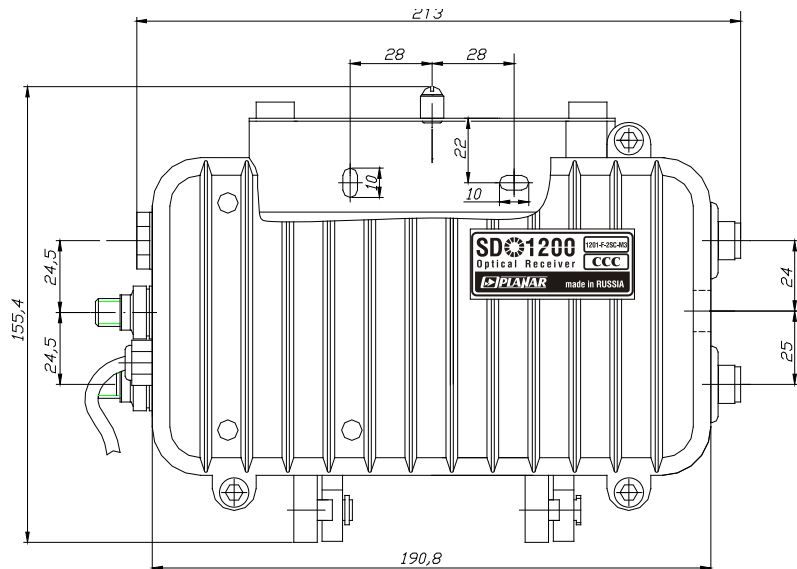

Рис. 3. Габаритные и установочные размеры оптического приемника
- 6.3. При монтаже на поверхность, приемники крепят винтами к предварительно установленному кронштейну (смотрите рис. 3). Способ крепления и подготовки отверстий для крепления кронштейна определяется местом установки и материалом поверхности, на которой производится установка.
- наметьте установочные размеры согласно рис. 3, при необходимости подготовьте отверстия для крепления кронштейна усилителя;
- вставьте разъем (SC) в оптическую розетку, легко надавливая на него до щелчка.
- разделайте, проложите и подключите провода охранного шлейфа согласно рис. 3.